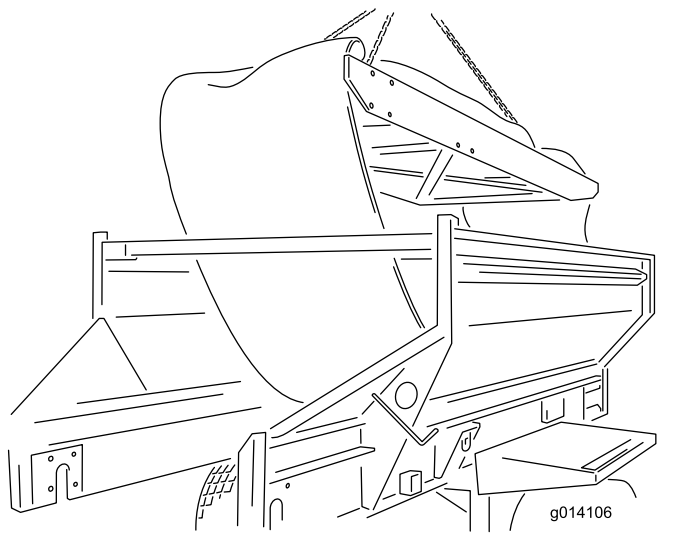

Bild 60
24. Entfernen Sie den Einsatz, indem Sie ihn von oben aus der Maschine heben. Stellen Sie ihn auf den Boden (Bild 60).